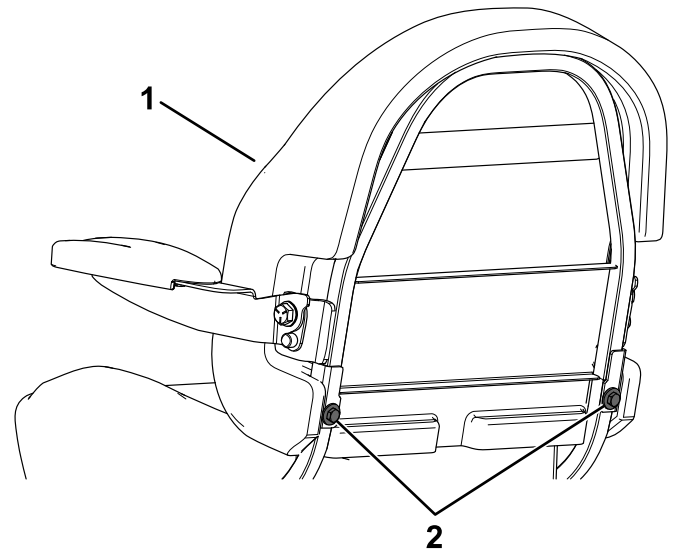

Figure 6
2. Glissez le dossier sur les montants de la base du siège en alignant les trous (Figure 6).
3. Fixez le dossier du siège avec 2 boulons (5/16" x 1½") et 2 écrous (5/16 po) ; voir Figure 6. Serrez les boulons à 24 N·m.